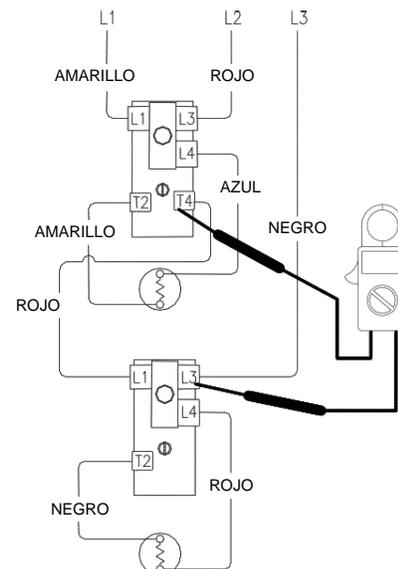

Figura 15
6. Compruebe el voltaje en el terminal T4 del termostato superior y el terminal L3 del termostato inferior (consulte la figura 15).